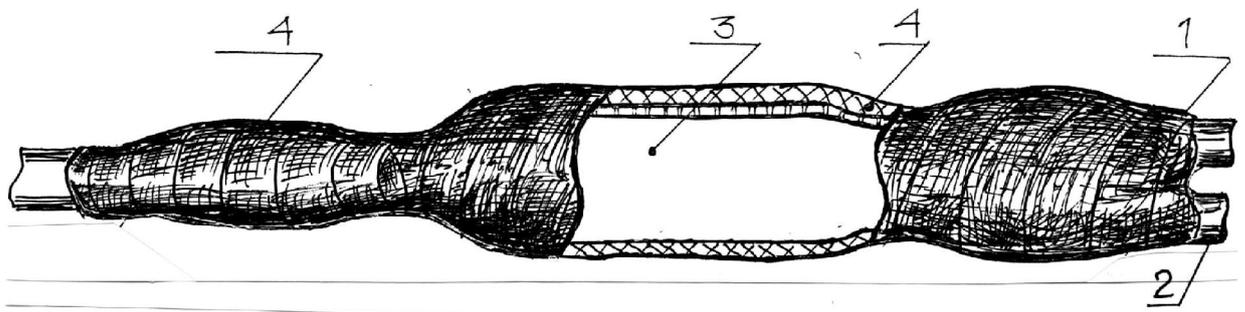

Рис. 1. Общий вид смонтированной муфты МРВ-ЭпБ.
2.1. Общий вид смонтированной муфты МРВ-ЭпБ приведён на рис.1.